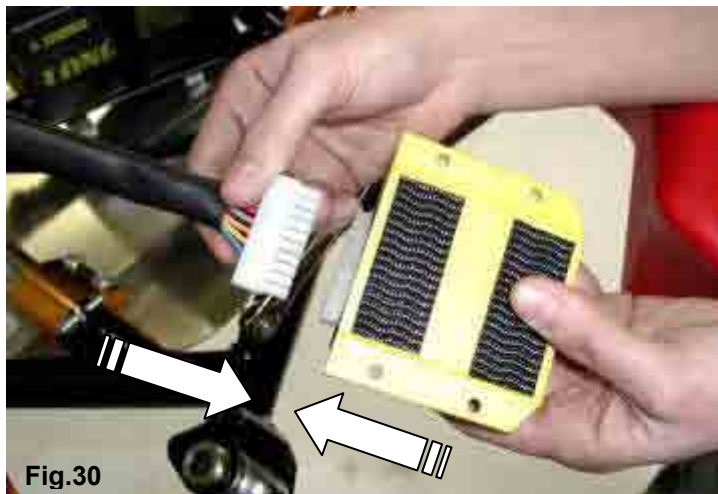

Fig.30
2.9.10 CONNECT THE ELECTRONIC BOX TO THE 20 POLE CONNECTOR ON THE HARNESS (SEE FIG.30).